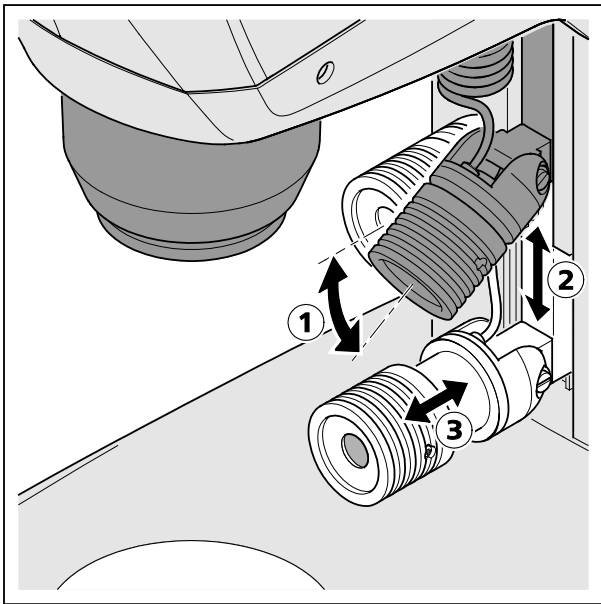

图 15 设置点光源
- 将点光源推到所需高度(图 15/2)。
- 设置点光源关节处的角度(图 15/1),从而让观察对象达到最佳照射效果。
- 通过轴向移动对焦部件(图 15/3)来设置点的大小和亮度(照射变焦)。